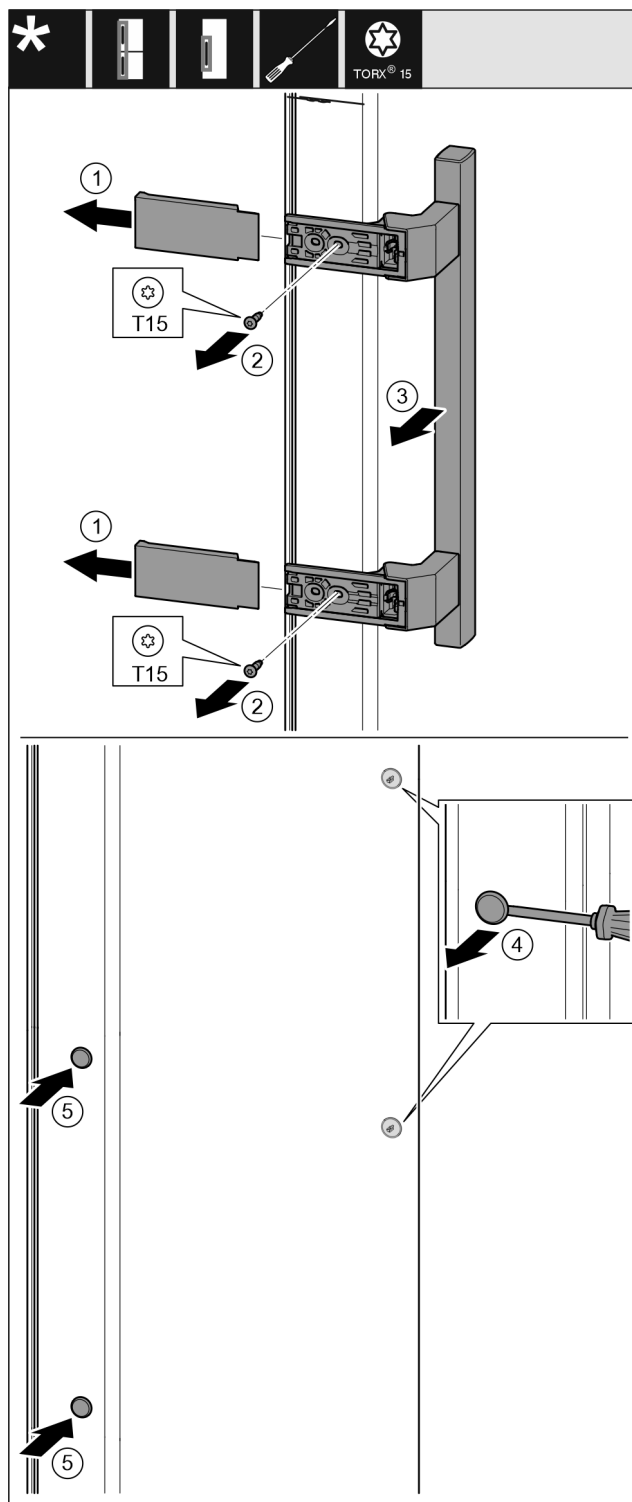

Fig. 39
- ▶ Tag afdækningen af. Fig. 39 (1)
- ▶ Skru skrue-rne ud med skrue-trækkeren T15. Fig. 39 (2)
- ▶ Tag grebet af. Fig. 39 (3)
- ▶ Løft forsigtigt propperne i siden op med en flad skrue-trækker, og træk dem ud. Fig. 39 (4)
- ▶ Sæt propperne igen i den anden side. Fig. 39 (5)